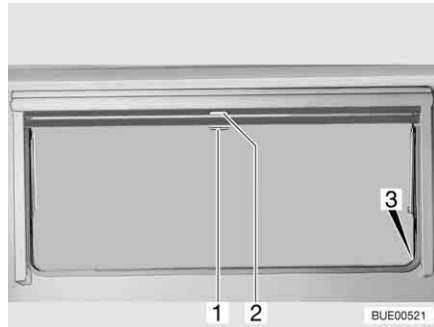

Fig. 29 Finestra apribile
- Tirare verso il basso l'oscurante a rullo accompagnandolo con la maniglia (Fig. 29,2). Quando si chiude completamente l'oscurante a rullo esso va agganciato da entrambi i lati al telaio della finestra nell'apposito elemento di fissaggio (Fig. 29,3).
- Quando l'oscurante a rullo è completamente chiuso: Spingere la maniglia (Fig. 29,2) verso il basso tirandola leggermente verso l'interno. Sganciare l'oscurante a rullo dagli elementi di fissaggio a destra e a sinistra del telaio della finestra.
- Quando l'oscurante a rullo si trova in posizione intermedia: Tirare la maniglia (Fig. 29,2) leggermente verso il basso finché l'elemento di fissaggio non si è sganciato.
Chiusura: ■ Tirare la maniglia (Fig. 29,1) della zanzariera a rullo verso il basso e agganciarla all'elemento di fissaggio (Fig. 29,3) su entrambi i lati del telaio della finestra.
Apertura: ■ Spingere la maniglia (Fig. 29,1) verso il basso tirandola leggermente verso l'interno. Sganciare la zanzariera a rullo dagli elementi di fissaggio a destra e a sinistra del telaio della finestra.